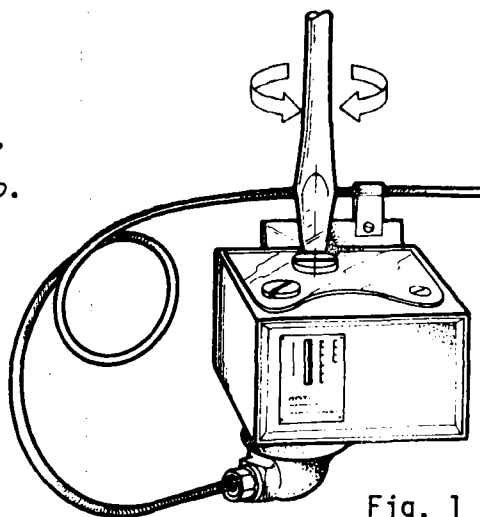

Fig. 1
- c Gire o parafuso de partida até o ponto desejado (fig.1).